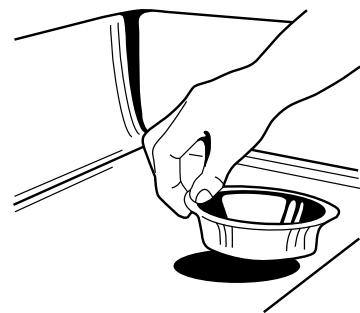

Рис. 2
4. Поднимите фланец раковины вверх через отверстие в раковине и снимите его (см. Рис. 2).